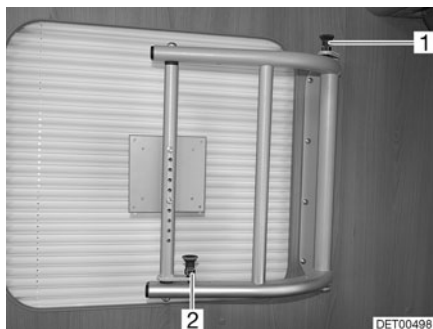

Fig. 10 Support à bras pivotant
- Faire retourner l'écran plat dans sa position initiale jusqu'à ce que les deux boutons de déverrouillage s'enclenchent (Fig. 10,1 et 2).